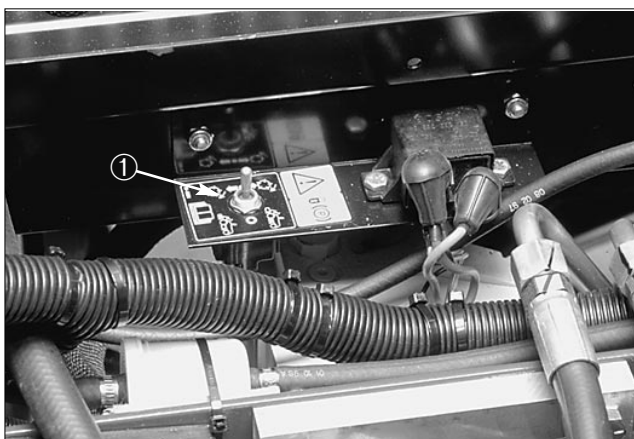

Fig. 11
**Omslipingsbryter** (fig. 11)—Brukes sammen med kontrollen for senking/løfting ved omsliping.